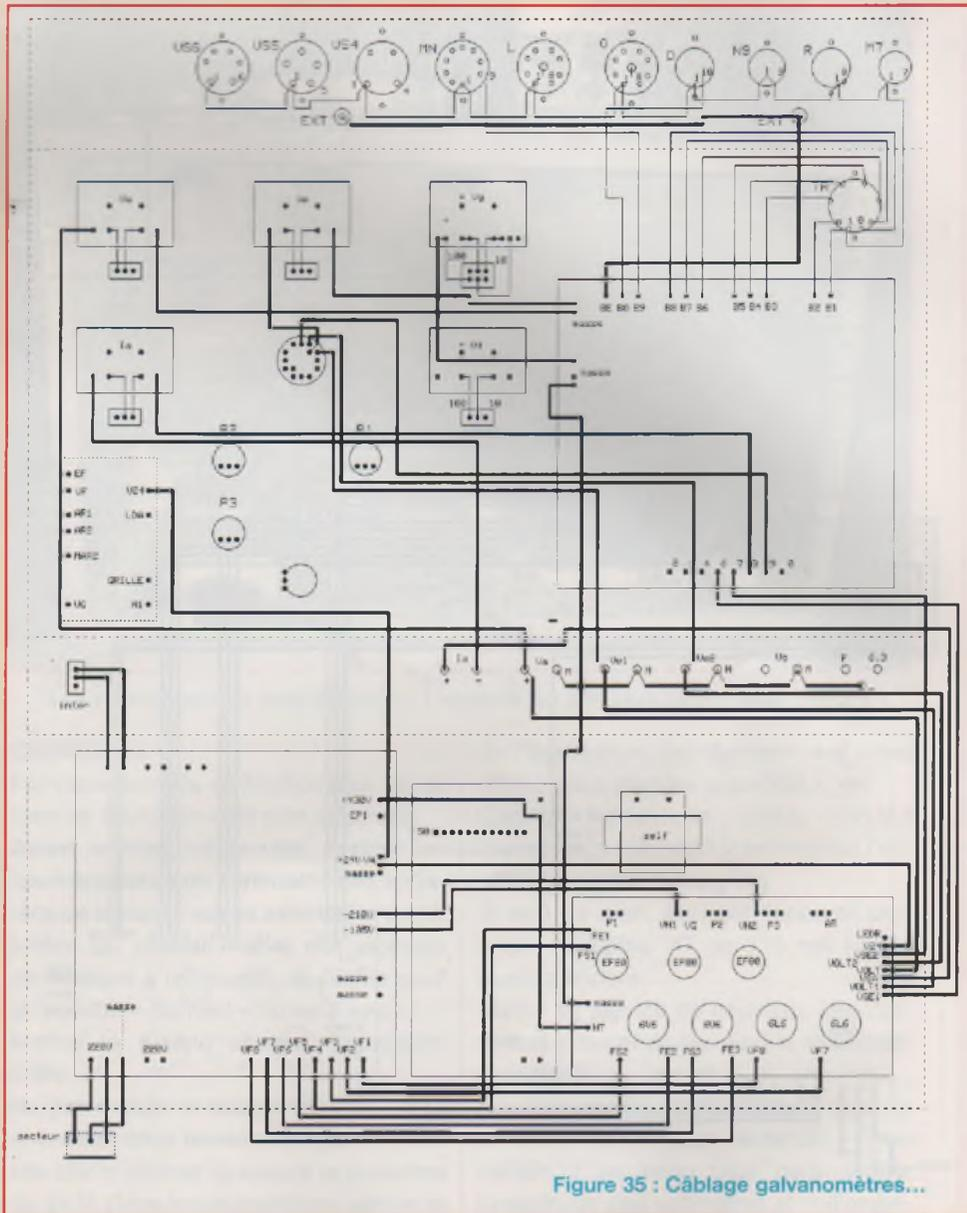

Figure 35 : Câblage galvanomètres...
Se servir du schéma de la figure 35. Les mesures des tensions « grille » et « filament » ont déjà été réalisées.
- Interconnexions Platine REG (figure 35).